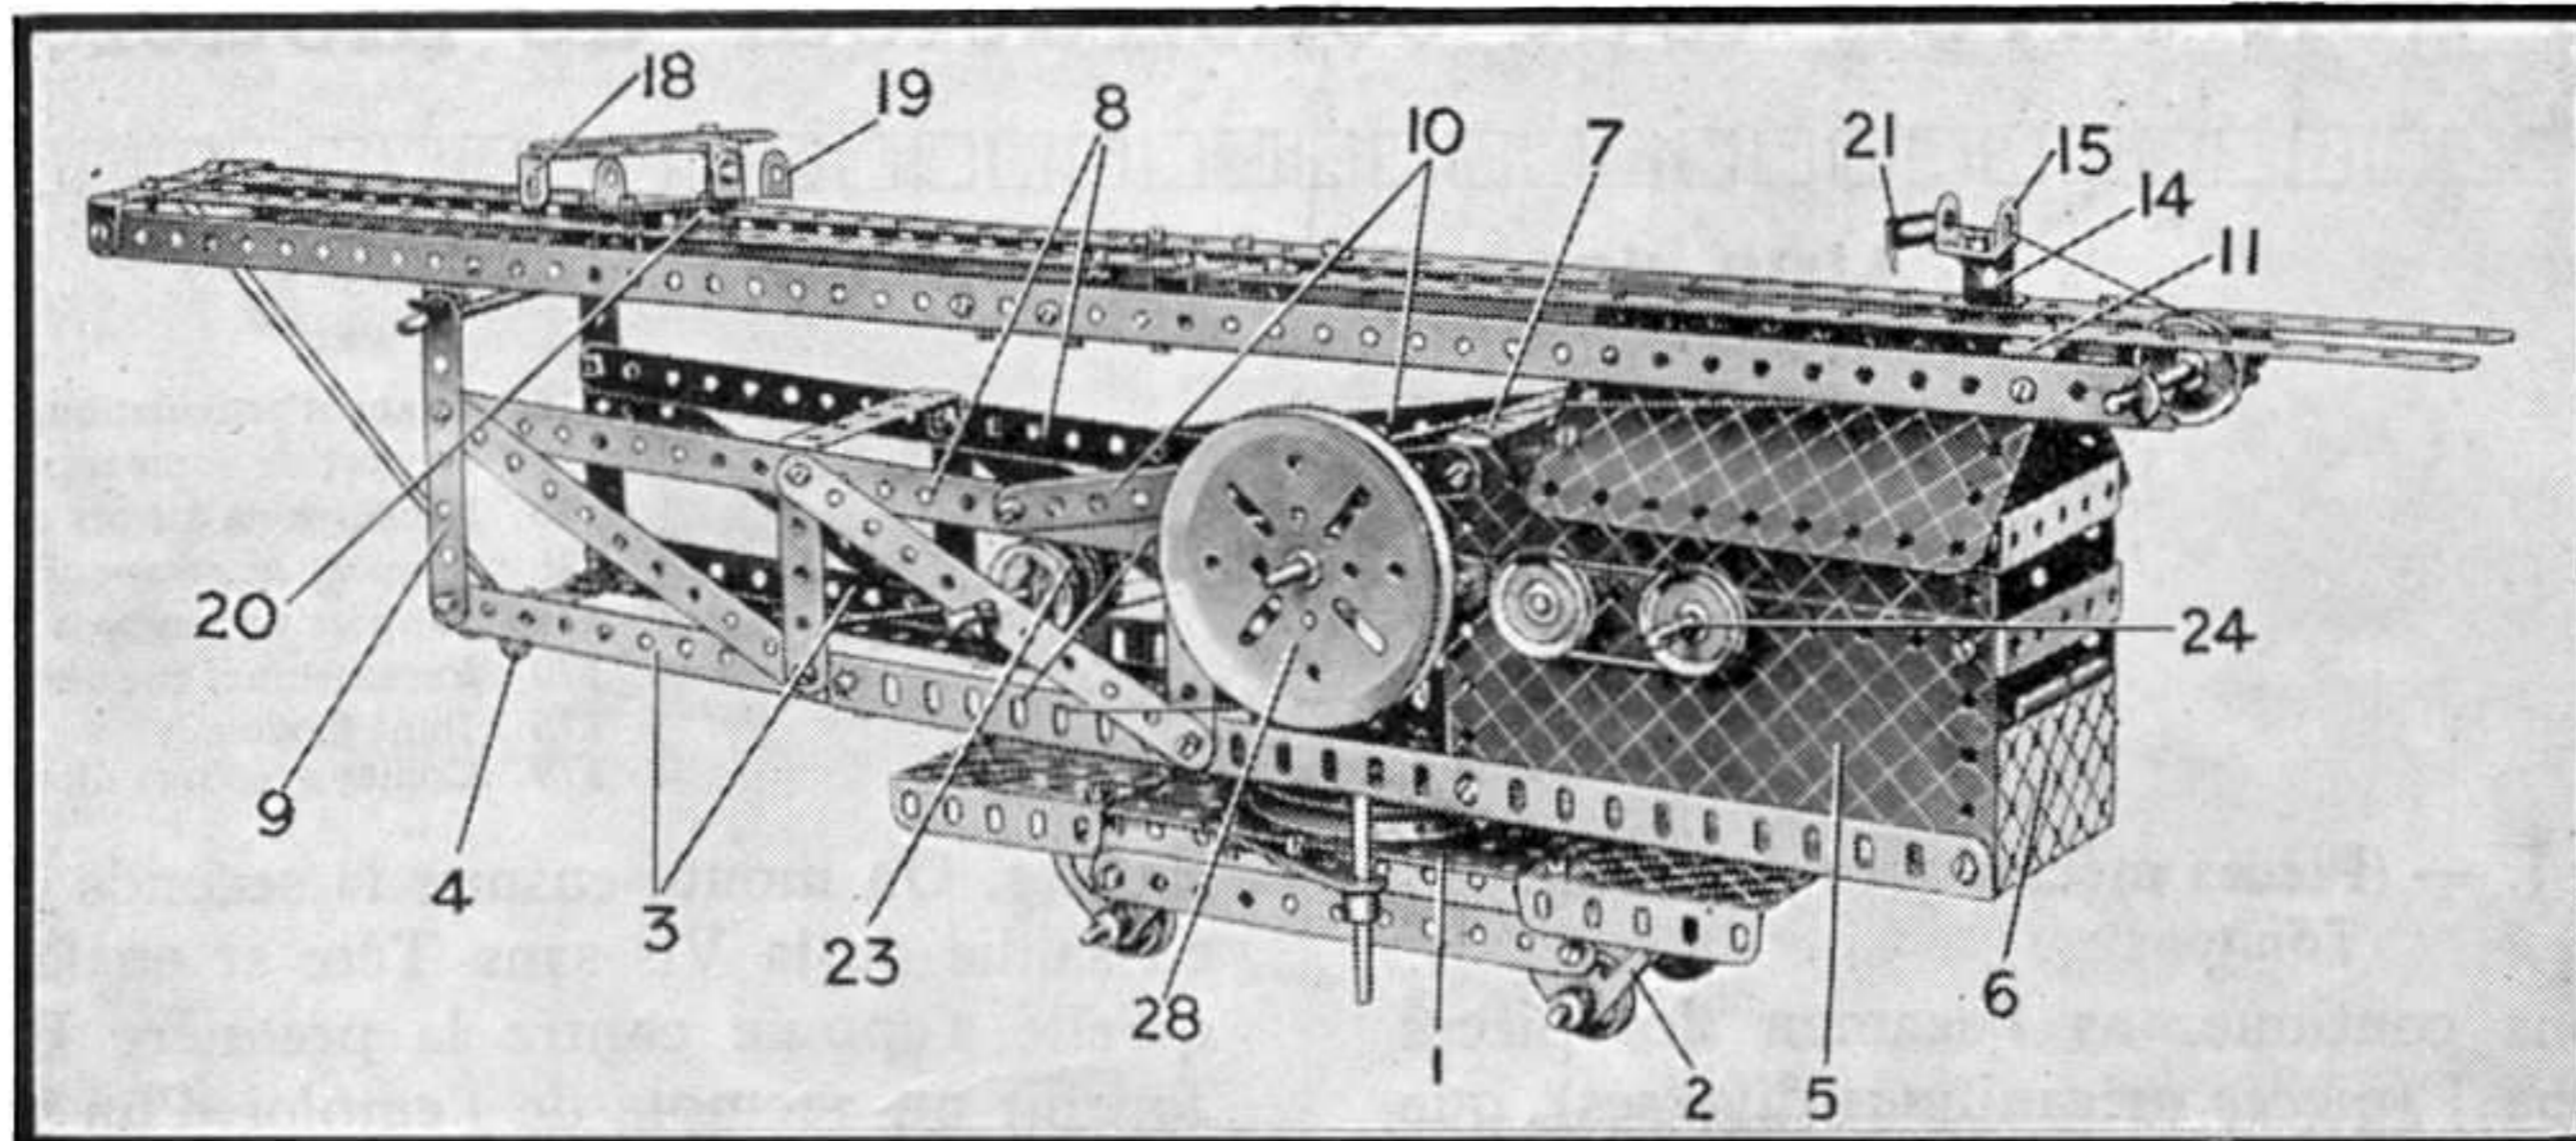

Fig. 3. Machine à enfoncer les pieux en ordre de marche.
lant. Celui-ci consiste en une Plaque à Rebords de 14×6 cm. à chaque extrémité de laquelle est fixée une Plaque à Rebords de 9×6 cm. Ces deux dernières Plaques sont reliées à l'aide de deux Bandes de 14 cm., dont on voit l'une (1) sur la figure 3. Deux Embases Triangulées Plates 2 sont fixées à un côté de la grande Plaque à Rebords dont le côté opposé est muni de deux Embases Triangulées Coudées fixées à l'aide de Supports Plats. Ces Embases sont réunies par des Bandes de 14 cm. et portent des Tringles de 9 cm., sur lesquelles sont montées les roues de translation. Des supports latéraux sont aménagés afin d'empêcher la machine de basculer d'un côté ou de l'autre.